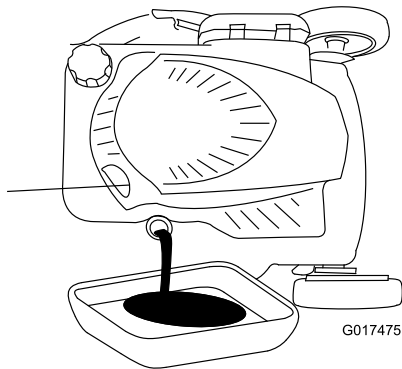

Figura 34
- Coloque el cortacésped de lado con la varilla de aceite hacia abajo para drenar el aceite usado a través del tubo de llenado de aceite (Figura 34).